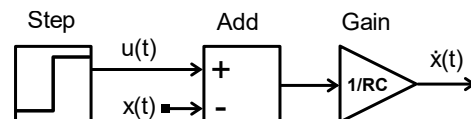

Figura 3 Uso de bloque ganancia
En la ecuación (1), el término $[u(t) - x(t)]$ está multiplicado por una constante $1/RC$. Esto se realiza en Simulink mediante el bloque ganancia o “Gain” (Figura 3). La constante $1/RC$ recibe el nombre de constante de tiempo y es un parámetro característico de los sistemas de primer orden. Corresponde al tiempo que necesita un sistema de primer orden para llegar al 63.2 % del valor final cuando recibe un estímulo escalón. Una vez transcurrido tres veces la constante de tiempo se alcanza el 95.0 % y cuatro veces el 98.2 % del valor final. En este paso, ya están modeladas todas las variables en la parte derecha de la ecuación (1). Por tanto, la señal resultante es $\dot{x}(t)$. La figura representa la ecuación diferencial al completo.